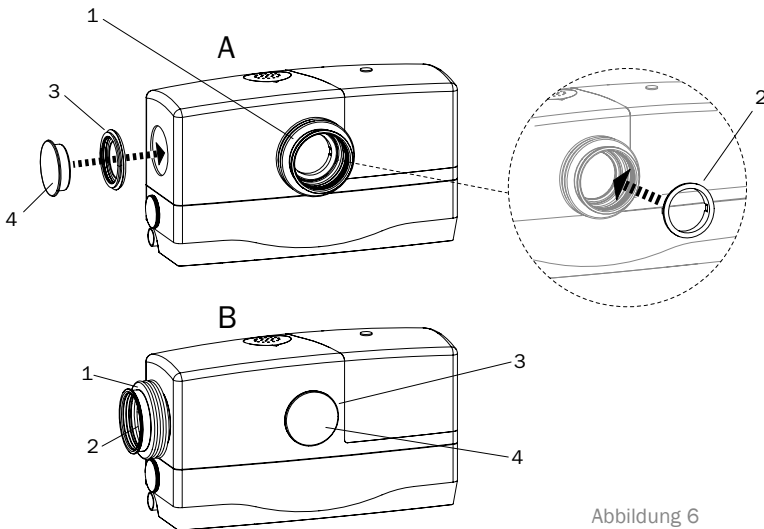

Abbildung 6
- > Die Hebeanlage FLOWCB ist mit zwei Zulauföffnungen für den Toilettendirektanschluss ausgestattet. Bei der Wahl (A oder B) der Zulaufstutzen verfahren wie in Abbildung 6 beschrieben.
- > Den ungenutzten Zulauf verschließen durch Einsetzen Dichtung (3) und Verschlusskappe (4).
- > Für den Toilettenanschluss Dichtmanschette (1) einsetzen und mit Klemmring (2) sichern.